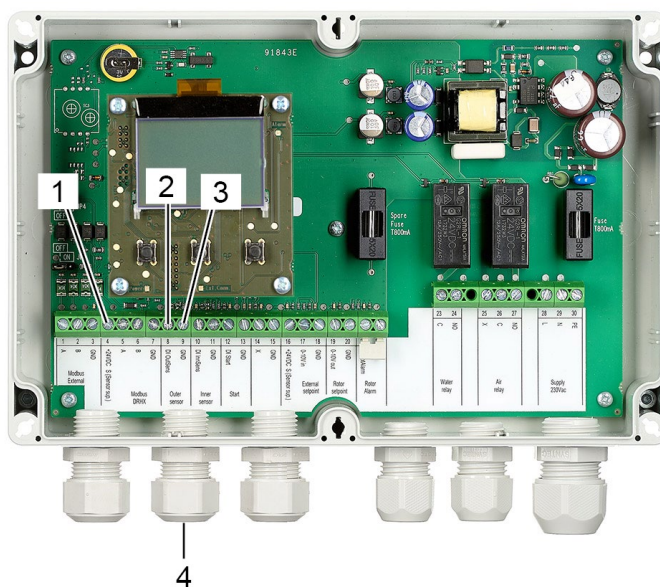

Abbildung 85: Kabelbuchse und Terminals Rotorumfangsannäherungssensor
6. Führen Sie das Anschlußkabel des Rotorumfangsannäherungssensors durch die Kabelbuchse (Abbildung 85/4).
7. Schließen Sie das braune Stromversorgungskabel an Terminal 4 (Abbildung 85/1, +24 VDC S (Sensor sup.)) der Rotorreinigersteuerung an.
8. Schließen Sie das schwarze Signalkabel an Terminal 8 (Abbildung 85/2, DI) der Rotorreinigersteuerung an.
9. Schließen Sie das blaue Erdungskabel an Terminal 9 (Abbildung 85/3, GND) der Rotorreinigersteuerung an.